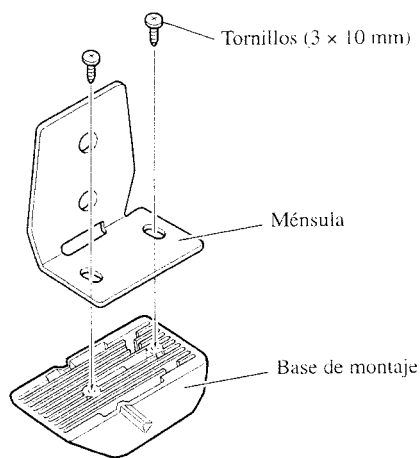

Fig. 17
1. Instale la ménsula a la base de montaje. (Fig. 17)